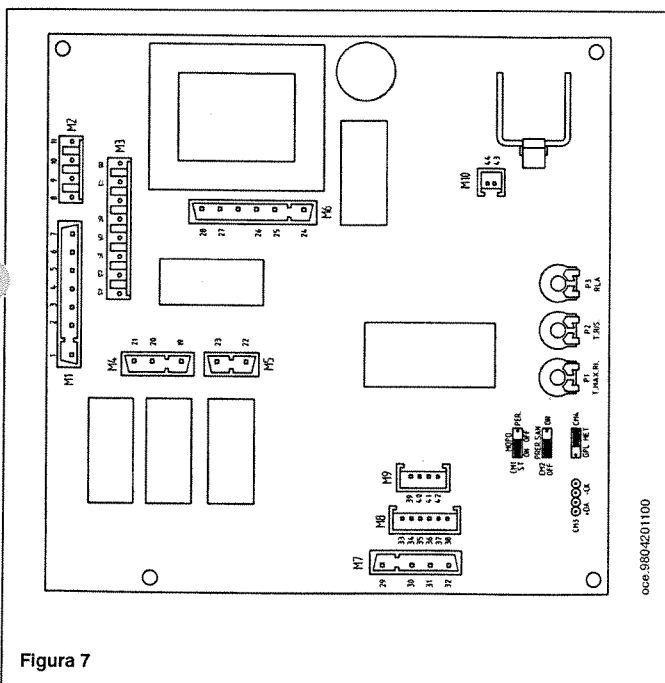

Figura 7
- * posizionare il ponticello, nel connettore cambio gas, nel settore MET per il gas metano o nel settore GPL per il gas liquido (figura 7).